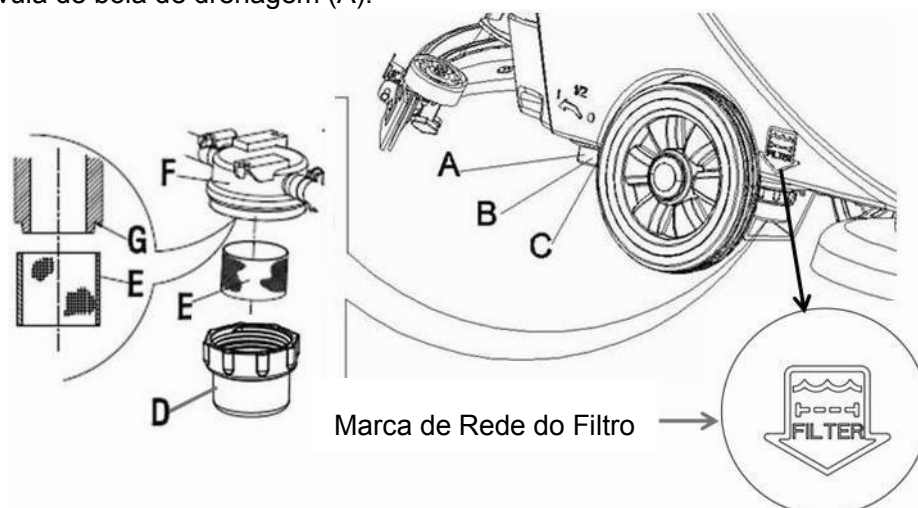

Figura 17
3. Pressione o interruptor de energia (41) para a posição “O” para desligar a máquina.
4. Desligue a válvula de bola de drenagem (A, Figura 17) (localizada no fundo da máquina, atrás das rodas). Posição B: válvula de bola aberta; Posição C: válvula de bola fechada.
5. Retire a tampa transparente (D), e retire o filtro (E), e instale-os na caixa de filtro (F) após a limpeza.